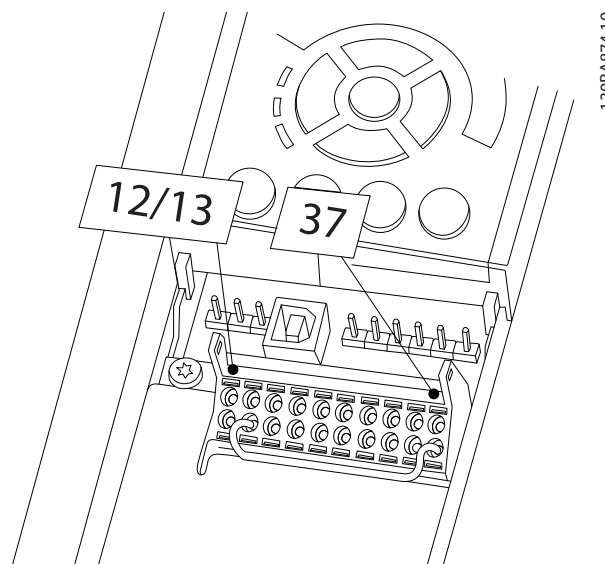

Ilustración 2.27 Puente entre el terminal 12/13 (24 V) y 37
1. Retire el cable de puente entre los terminales de control 37 y 12 o 13. No basta con cortar o romper el puente para evitar los cortocircuitos. (Véase el puente de la *Ilustración 2.27*.)
Cuando en la línea de estado de la parte inferior del LCP aparece **FUNCIONAMIENTO POR INERCIA REMOTA AUTOMÁTICA** o se visualiza *Alarma 60 Bloqueo externo*, esto indica que la unidad está lista para funcionar pero que falta una entrada en el terminal 27. Consulte *Ilustración 2.27* para obtener más información.